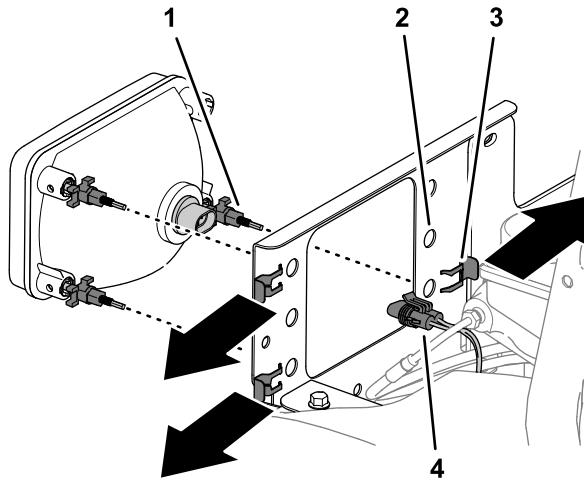

Figura 43
2. Retire os 3 clipe das 3 porcas de ajuste do farol e retire o farol do suporte respetivo (Figura 43).
1. Desligue o conector de duas tomadas da cablagem da máquina do conector de dois pinos na traseira do farol (Figura 43).
5. Alinhe as 3 porcas de ajuste do farol através dos furos no suporte de montagem do farol e prenda as porcas com os cliques (Figura 43) que removeu no passo 2.